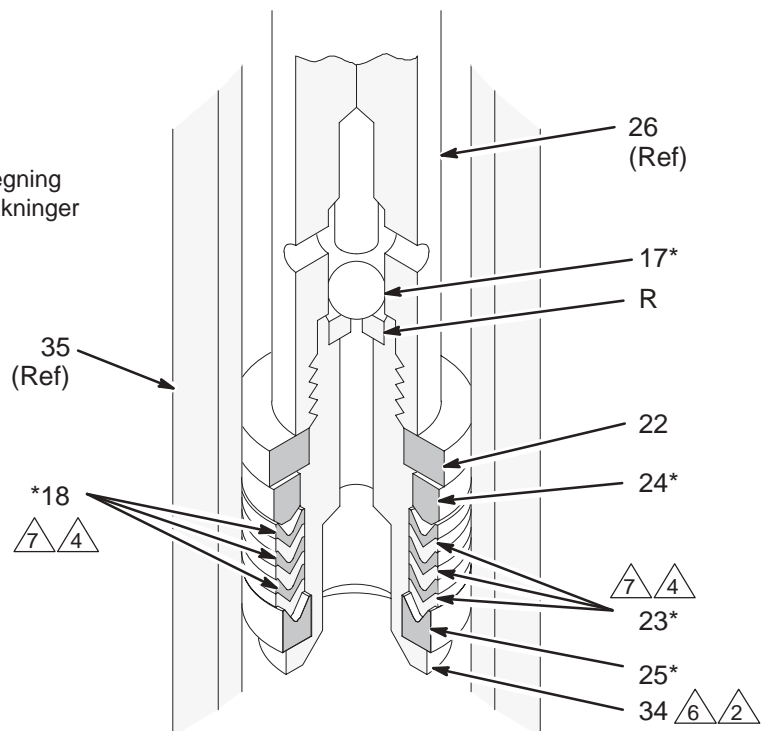

Fig. 5
Når pumpen demonteres, er det lurt å legge alle deler som tas av i rekkefølge. Da blir den lettere å sette sammen igjen. Se Fig. 5.
2. Skru inntaksventilhuset (33) av utløpshuset (35). Hvis det sitter fast, sprøyt penetrerende olje rundt gjengene og bank *forsiktig* rundt ventilhuset med en plasthammer for å løsne det. Se Fig. 5.
3. Fjern kulestopp-pinnen (29), o-ringfestet (31), o-ring (30), føring (32) og kule (28) fra inntaksventilhuset (33).
4. Løsne pakkmutteren (36). Press stempelstangen (26) så langt ned som mulig, og trekk den forsiktig ut av bunnen av utløpshuset (35).
5. Sett flatene på stempelstangen (26) i en skruestikke. Skru stempelbolten (34) ut av stangen. Fjern kulen (17), holderen (22), pakningene (18, 23), og glandene (24, 25).
6. Fjern pakkmutteren (36), pakkbokspakningene (18, 23), glandene (24, 25) fra utløpshuset (35).
7. Undersøk alle deler for å se etter skader. Rengjør alle deler og gjenger med et kjemisk forenlig løsningsmiddel før pumpen settes sammen igjen. Undersøk de polerte flatene på stempelstangen (26) og foringen (20) for å se etter riper eller andre skader, som kan forårsake unødvendig slitasje på pakninger og lekkasje. Foreta denne undersøkelsen ved å la fingeren gli over overflaten, eller hold delen skrått opp mot lyset. Forsikre deg om at kulesetene på stemplet (R) og inntaksventilhuset (S) ikke har sprekker eller riper. Skift ut alle slitte eller skadde deler.
1. Smør halspakningene og installer dem i utløpshuset (35) en om gangen som følger, *ned leppene på v-pakningne vendt ned:hanngland* (24*), en v-pakning i lær (18*), en PTFE (23*), en lær (18*), en PTFE (23*), og hunngland (25*). Installer pakkmutteren (36) løst. Se Halspakningsdetalj i Fig. 5.
2. Hvis du tok ut foringen (20), sett den tilbake i utløpshuset (35). Husk å skifte ut pakningen (19*). *Pass på at foringens skrå ende er vendt ned mot pumpeinntaket.*
3. Smør stempelpakningene og installer dem på stempelbolten (34) en om gangen i følgende rekkefølge, *med leppene på v-pakningene vendt opp:* hunngland (25*), en PTFE v-pakning (23*), en lær v-pakning (18*), en PTFE (23*), en lær (18*), en PTFE (23*), en lær (18*), hunngland (24*), og pakningsholderen (22). Se Stempelpakningsdetalj i Fig. 5.
4. Ha på gjengelim på stempelbolten (34). Sett stempelkulen (17*) på stempelet og skru stempelventil-enheten inn i stempelstangen (26). Trekk til med et moment på 74–88 N.m.
5. Stikk stempelstangen (26) forsiktig inn i bunnen av utløpshuset (35) Pass på at det ikke blir riper i foringen (20). Press stangen rett opp helt til den stikker ut gjennom pakkmutteren (36).
6. Sett kulen (28*), føringen (32), o-ringen (30*), holderen (31) og kulestopp-pinnen (29) i inntaksventilhuset (33). Smør gjengene og skru inntaksventilhuset i utløpshuset (35). Trekk til med et moment på 74 til 88 N.m.